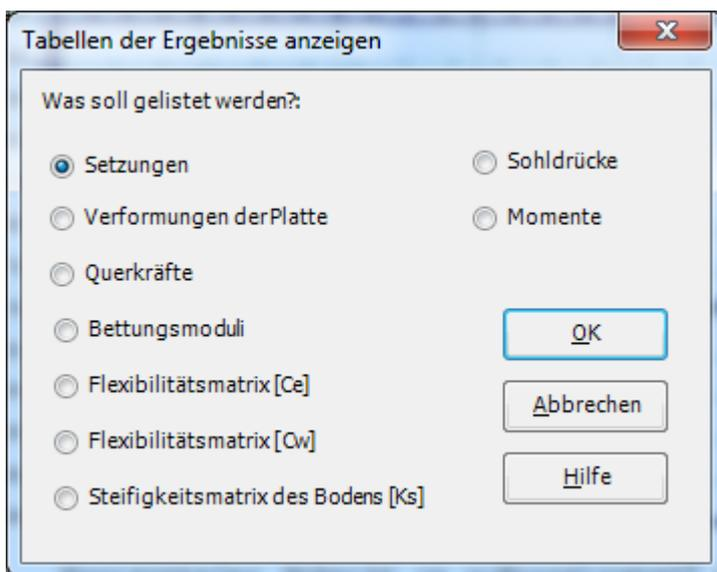

Bild 10.42 Optionsfeld "Tabellen der Ergebnisse anzeigen"
- Wählen Sie den Befehl "Tabellen der Ergebnisse anzeigen" aus dem Menü "Liste" auf der Registerkarte "Ergebnisse". Das folgende Optionsfeld im Bild 10.42 erscheint